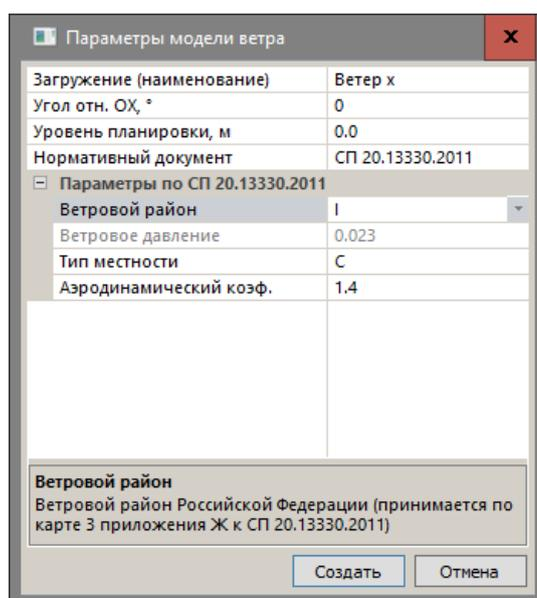

Рис.15.28. Диалоговое окно **Параметры модели ветра**
- Вызовите диалоговое окно **Параметры ветра** (рис.15.28) щелчком по кнопке  - **Ветровая нагрузка** (панель **Нагрузки** на вкладке **Создание**).